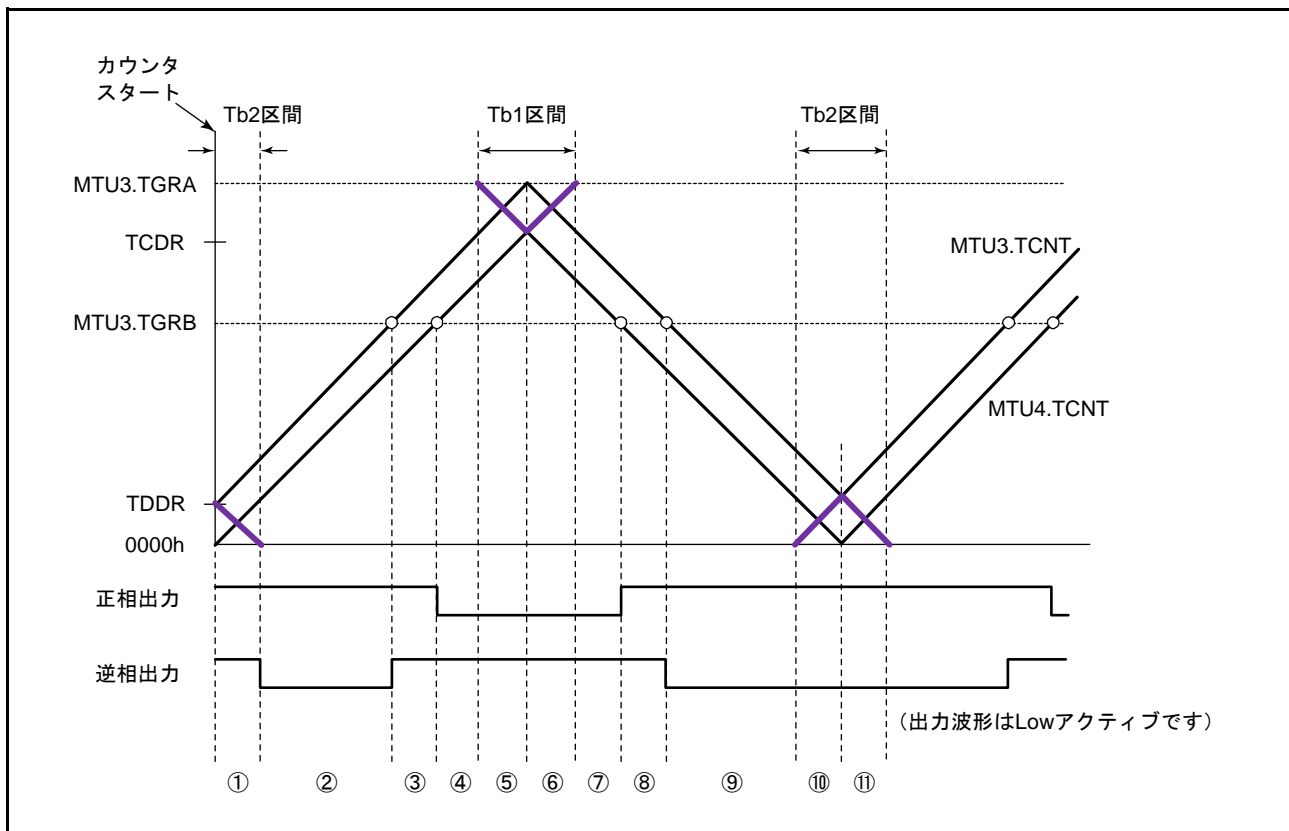

図 20.56 同期カウンタクリアタイミング
TWCR.WRE ビットを“1”に設定することで初期出力を抑止することができるのは、同期クリアが図 20.56 の⑩、⑪のような T_{b2} 区間に入ってきたときのみです。それ以外のタイミングで同期クリアが起こった場合は、TOCR1.OLSN, OLSP ビットで設定した初期値が出力されます。また、 T_{b2} 区間であっても、図 20.56 の①で示すカウンタスタート直後の初期出力期間で同期クリアが起こった場合には、初期出力の抑止は行いません。
(図 20.56 のタイミング⑥、TWCR.WRE ビット = 1)
(図 20.56 のタイミング⑧、TWCR.WRE ビット = 1)
(図 20.56 のタイミング①、TWCR.WRE ビット = 1)